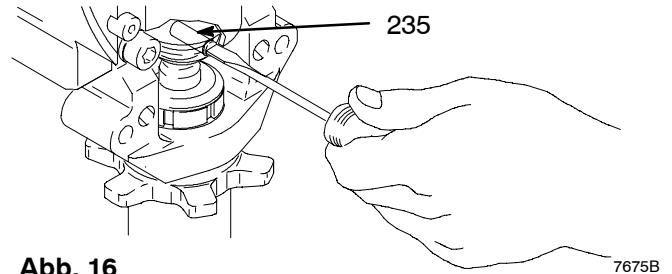

Abb. 16 7675B
5. Abb. 16. Mit einem Schraubenzieher die Haltefeder nach oben drücken und den Stift (235) herausdrücken.
2. Abb. 16. Stift (235) in das Loch drücken. Die Haltefeder in die Nut rings um die Verbindungsstange drücken.